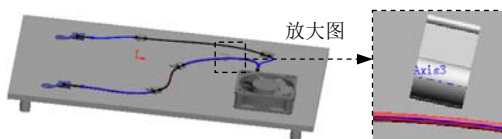

图 11.8.59 选取曲线
Step1. 选择命令。选择 功能选项卡中的 自动步路(A) 命令，系统弹出“自动步路”对话框。
Step2. 选取曲线。在 步路模式(R) 区域中选择 重新步路样条曲线(R) 单选项，选取图 11.8.59 所示的电线和线夹的轴线。